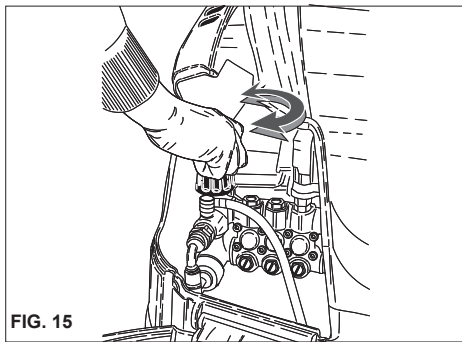

FIG. 15
Dit hoofdstuk betreft alleen de modellen die voorzien zijn van een "drukregelaar". Deze drukregelaar, fig. 15, maakt het mogelijk tijdens het werk de druk te regelen. Door de handgreep C tegen de klok in (B) te draaien (minimum) wordt de bedrijfsdruk verlaagd.